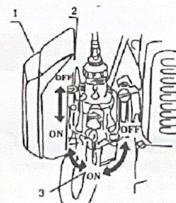

Рис. 9
•Откройте топливный переключатель, см. Рис. 9